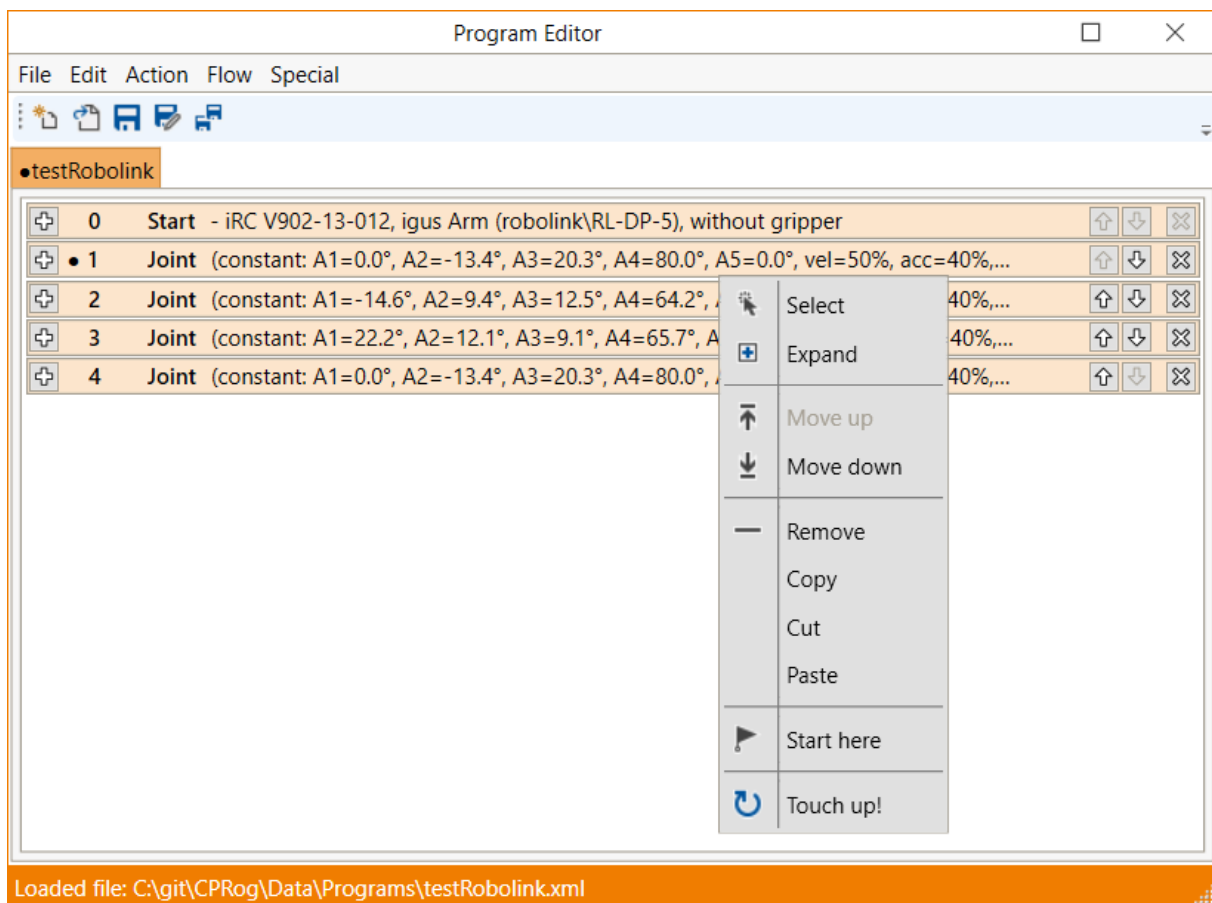

Abbildung 15: Das Kontextmenü einer Befehlszeile
Um einen Befehl zu verschieben verwenden Sie die Pfeile auf der rechten Seite der Befehlszeile. Alternativ können Sie im Kontextmenü der Befehlszeile auf "Nach unten" oder "Nach oben" klicken (s. Abb. 15).
- Öffnen Sie das Kontextmenü durch einen Rechtsklick auf die Befehlszeile und klicken Sie auf "Nachbessern!" (s. Abb. 15).
Um einen bestimmten Befehl als Startpunkt für die Ausführung zu wählen, klicken Sie im Kontextmenü auf "Hier starten" (s. Abb. 15).